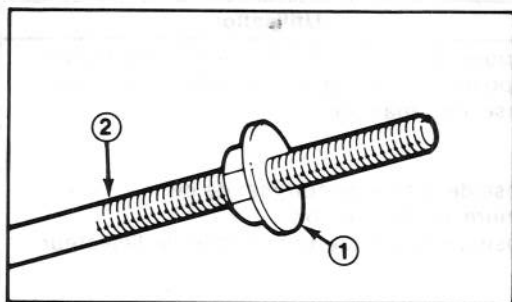

Figure 2
1. Enfilez un écrou à collerette (la collerette en bas) sur la tige de traction (Fig 2).